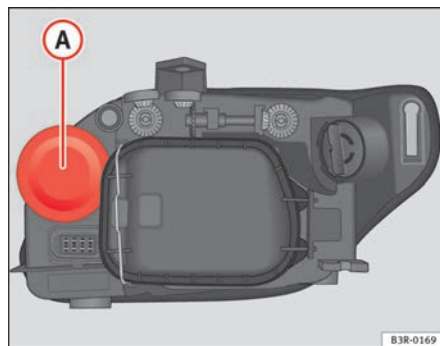

Fig. 202 Máximos
- Retire a tampa de borracha **A** ⇒ fig. 202 puxando-a.